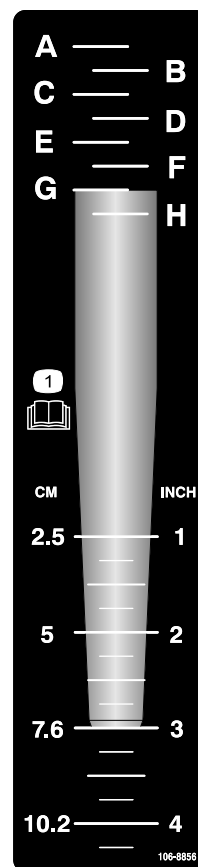

Figure 23
1. Placez le louchet voulu sur l'autocollant de profondeur, en alignant la pointe sur la profondeur d'aération recherchée, comme montré à la Figure 23.
2. Notez la lettre au niveau de l'extrémité de montage du louchet (Figure 23). Réglez la commande de profondeur en fonction de la lettre correspondante sur l'autocollant.